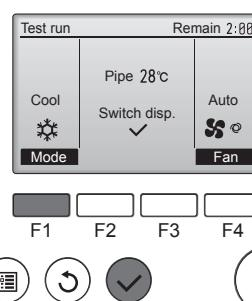

Fig. 8-3
- Çalışma modunu değiştirmek için [F1] düğmesine basın. (Fig. 8-3)